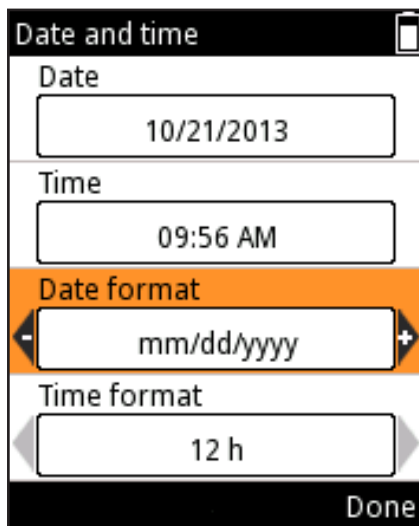

Abb. D58.
6. In den Feldern „Date format“ und „Time format“ können Sie Datums- und Zeitformat mit  /  ändern (Abb. D58).